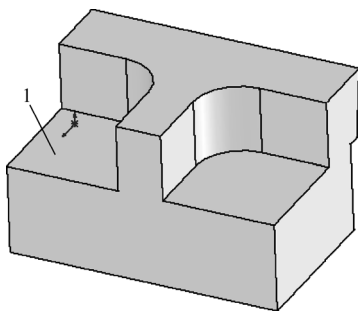
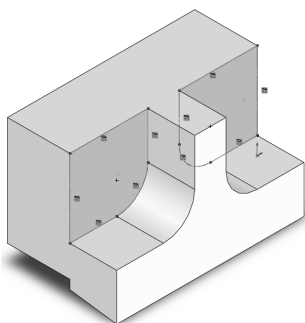

图 3-75 旋转观察模型
图 3-76 选择草绘平面
**12** 旋转观察模型。单击“前导视图”工具栏中的“旋转视图”按钮观察零件模型，效果如图 3-75 所示。
**01** 选择草绘平面。以图 3-75 中所示的平面 1 作为新的草绘平面，开始绘制草图，如图 3-76 所示。